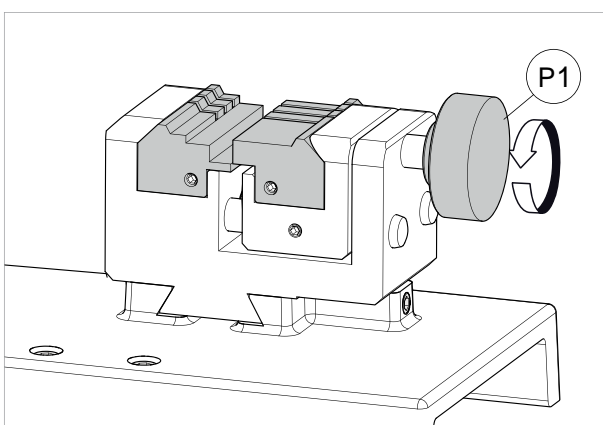

Fig. 53
- 2) Draai de draaiknop (P1) los voor enige windingen (Fig. 53).